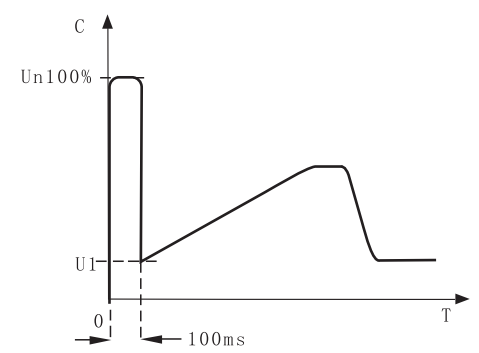

图6-4
- ① 代码F9设置2（突跳+限流）或设置3（突跳+电压）起动模式，6-3和图6-4给出了突跳起动模式的输出变化波形。在某些重载场合下，由于机械静摩擦力的影响而不能起动电机时，可选用此种起动模式。在起动时，先对电动机施加一个较高的固定电压并持续有限的一段时间，以克服电动机负载的静摩擦力使电机转动，然后按限电流或固定电压斜坡的方式起动。
- ② 在此模式前，应先用非突跳模式起动电机，若电机因静摩擦力太大而不能转动时，再选用该模式，否则应避免采用此模式起动，以减少不必要的大电流冲击。